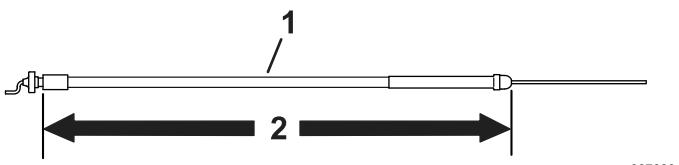

Figura 8
- Utilice el cable del acelerador de 172,2 cm de largo para las unidades de tracción modelo 04035, 04037, 04056 o 04060; consulte Figura 8.